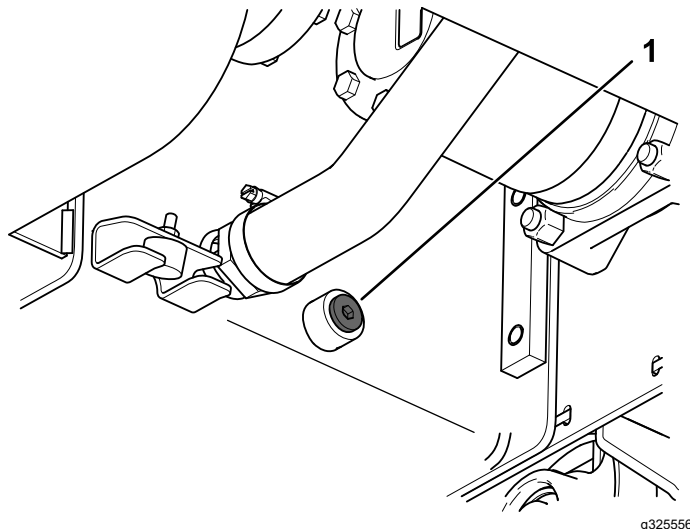

Figure 63
9. Retirez le bouchon de vidange pour permettre au liquide hydraulique de s'écouler dans le bac de vidange (Figure 63).
- A. Retirez les 2 boulons et écrous qui fixent la flèche au bras de la trancheuse (Figure 63).